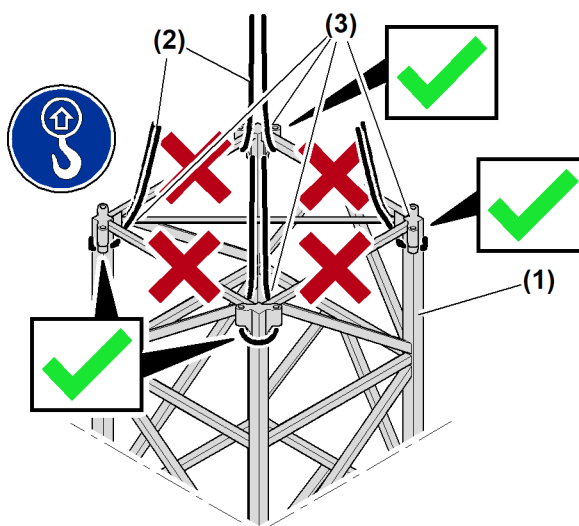

Fig. 224: Anschlagpunkte der Turmstücke
Die Anschlagmittel müssen an den vier oberen Eckstielen des Grundturmstücks eingehängt und gesichert werden \(siehe: Fig. 224, Seite 263\).
- ▶ Anschlagmittel am Grundturmstück an Anschlagpunkten anhängen und sichern. (siehe: Fig. 224, Seite 263)
- ▶ Anschlagmittel am Grundturmstück an Anschlagpunkten anhängen und sichern. \(siehe: Fig. 224, Seite 263\)